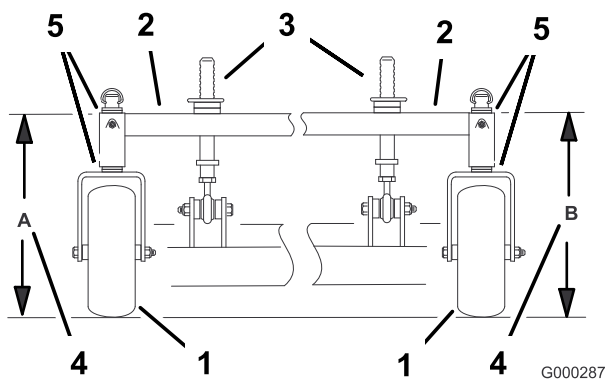

Figure 65
4. Mesurez la hauteur du bâti porteur au point **A** (Figure 65).
5. Mesurez la hauteur du bâti porteur au point **B** (Figure 65).